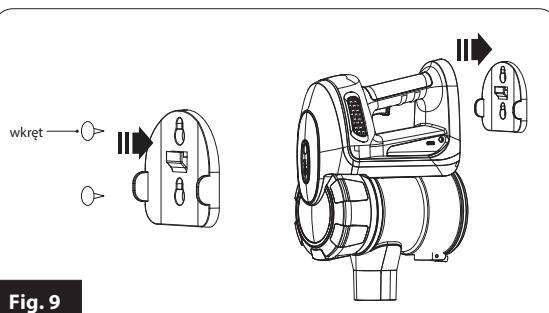

Fig. 9
3. Posizionare la staffa (24) nel punto desiderato della parete, del mobile, ecc. e segnare con una matita i punti in cui inserire le viti fornite con la scopa elettrica.
4. Avvitare le viti (Fig.9), ma senza stringerle troppo per poter posizionare liberamente la staffa.